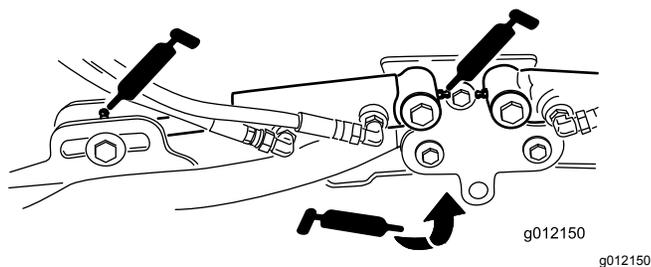

Рисунок 65
- Цилиндры подъемных рычагов режущего блока (по 2 шт.) (Рисунок 65).
- Оси поворота подъемного рычага (по 1 шт.) (Рисунок 65)